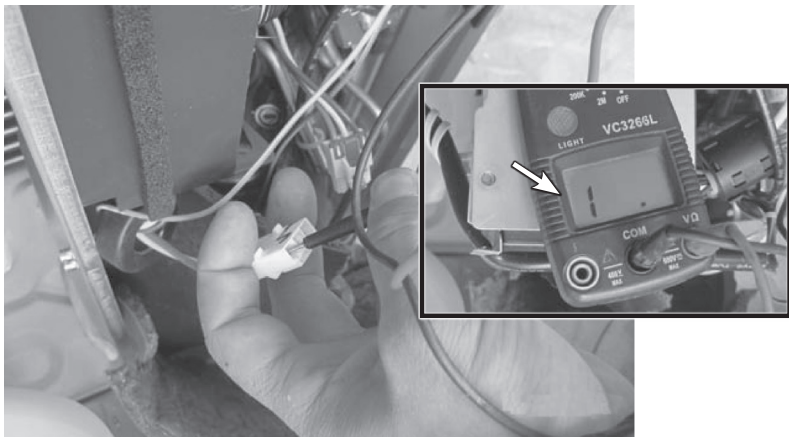

图 4-56 测量压缩机公共端与主绕组电阻
- ② 测量 N 线与压缩机接线端电压为交流 220V。
3) 断开电源，用万用表电阻档测量压缩机公共端与主绕组阻值为无穷大，如图 4-56 所示，判断压缩机线圈开路。